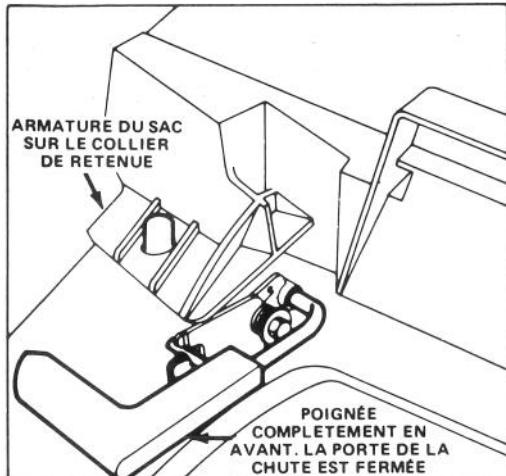

Figure 9
retenue du logement (Fig. 9) et placez l'arrière de l'armature du sac sur le manchon inférieur.
5. VIDAGE DU SAC — Arrêtez le moteur et attendez que toutes les pièces en mouvement se soient arrêtées. Déplacez la poignée de commande de la porte de la chute vers l'avant pour engager la goupille de verrouillage dans le cran (Fig. 9). Saisissez les poignées situées devant et derrière le sac et enlevez le sac de la tondeuse. Inclinez graduellement le sac vers l'avant pour vider l'herbe coupée.